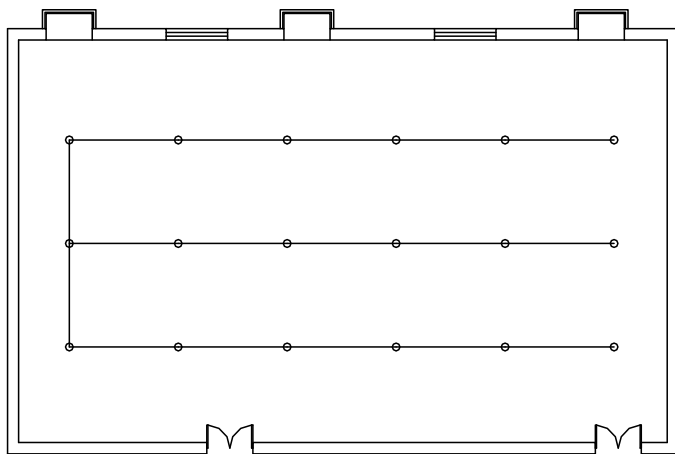

图 5-35 打开素材
**01** 按 Ctrl+O 组合键, 打开配套光盘提供的“第 5 章/5.4.2 喷淋管径.dwg”素材文件, 结果如图 5-35 所示。